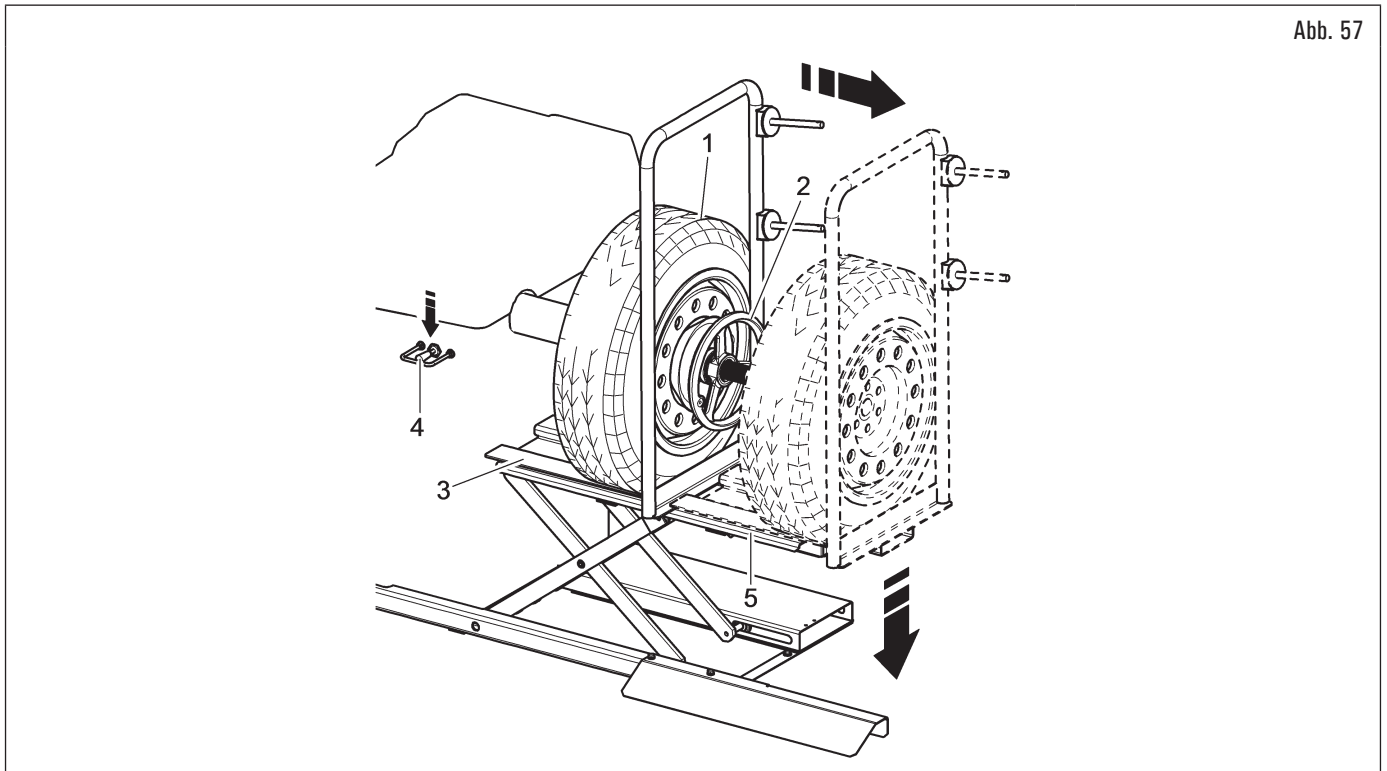

Abb. 57
3. das Rad (Abb. 57 Pkt. 1) von der Spindel durch Herausnehmen der Aufspannvorrichtungen (Abb. 57 Pkt. 2) lösen;
4. verschieben Sie nach rechts die Radstütze (Abb. 57 Pkt. 3) mit dem Reifen, der auf der Radstütze gelegt ist;
5. senken Sie das Bedienelement (Abb. 57 Pkt. 4) und das Trittbrett senken lassen (Abb. 57 Pkt. 5);